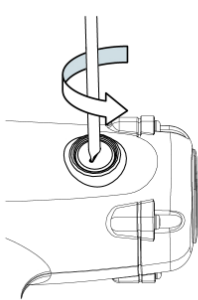

Рис. 3
- Открутите панель угольной щетки, вращая ее против часовой стрелки с помощью плоской отвертки (см. рис. 3).